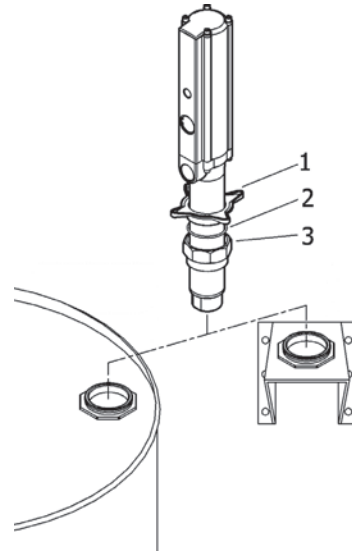

Fig. 2
The pump can be mounted directly on a drum or on a wall bracket fitted with a 2" bung (fig. 2). Loose the star nut (1) of the bung adaptor to remove the lower nut (3), and screw this into the 2" bung opening of the drum or bracket. Place the star nut (1) and the split ring (2) on the suction tube. Slide the pump through the opening and fasten the assemble at the desired height by tightening the star nut (1).
La bomba puede ser montada directamente sobre bidón o sobre un soporte mural que dispongan de rosca 2" BSP H (fig. 2). Afloje la tuerca en estrella (1) del adaptador para extraer la parte inferior del mismo (3) y rósquela en el brocal de 2" del bidón o del soporte. Coloque la tuerca en estrella (1) y el anillo (2) del adaptador en el tubo, introduzca la bomba por el brocal y apriete el conjunto a la altura deseada.
Cette pompe peut être installée directement sur fût ou sur un support mural muni d'un raccord 2" BSP (F) (Voir fig. 2). Desserrer le raccord en étoile (1) de l'adaptateur pour extraire la partie inférieure de ce dernier (2) et la fixer à l'orifice 2" du fût ou du support. Placer le raccord en étoile (1) ainsi que l'anneau (2) de l'adaptateur dans le tube et introduire la pompe par l'orifice du fût ou du support en serrant l'ensemble des éléments à la hauteur désirée.